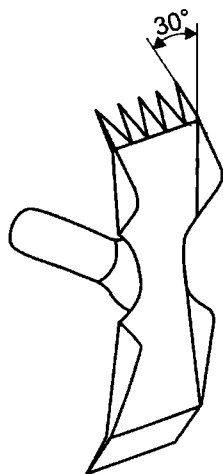

Рис. 31. Комбинированная тяпка с усиленным лезвием
*Комбинированная тяпка с усиленным лезвием.* Для особо тяжелых глинистых почв желательно иметь инструмент с усиленным лезвием. Достигается это, как правило, отбортовками (рис. 31).